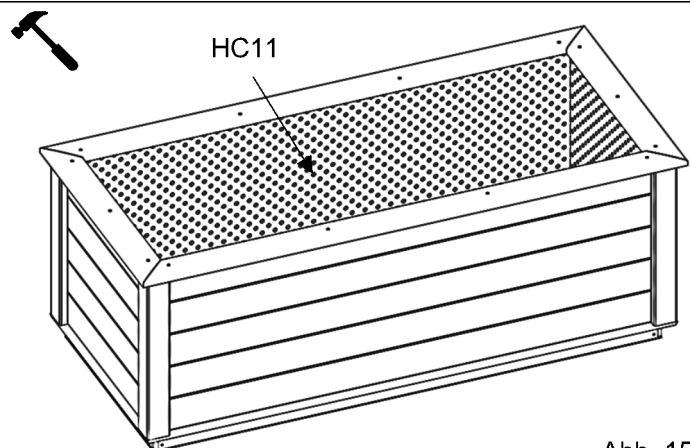

Abb. 15
- da die Folie aus mehreren Teilen besteht müssen diese mindestens 5cm überlappen (Abb. 15)